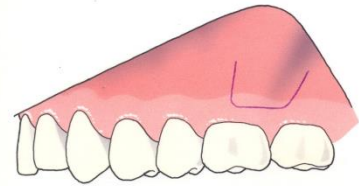

Abb. 1
Es wird eine U-förmige Inzision in der Maxilla ausgeführt. Eine vertikale Inzision wird ± 1 cm mesial von und parallel zum intrazygomatischen Kamm gesetzt, eine horizontale Inzision 2 mm unterhalb der mukogingivalen Grenze und eine vertikale Inzision nach oben (3) ± 1 cm zum intrazygomatischen Kamm (Abb. 1)
In der Mandibula wird eine horizontale Inzision in der befestigten Gingiva mit nach unten verlaufenden Erweiterungen in die mesiale und distale Mukosa durchgeführt (Abb. 1)